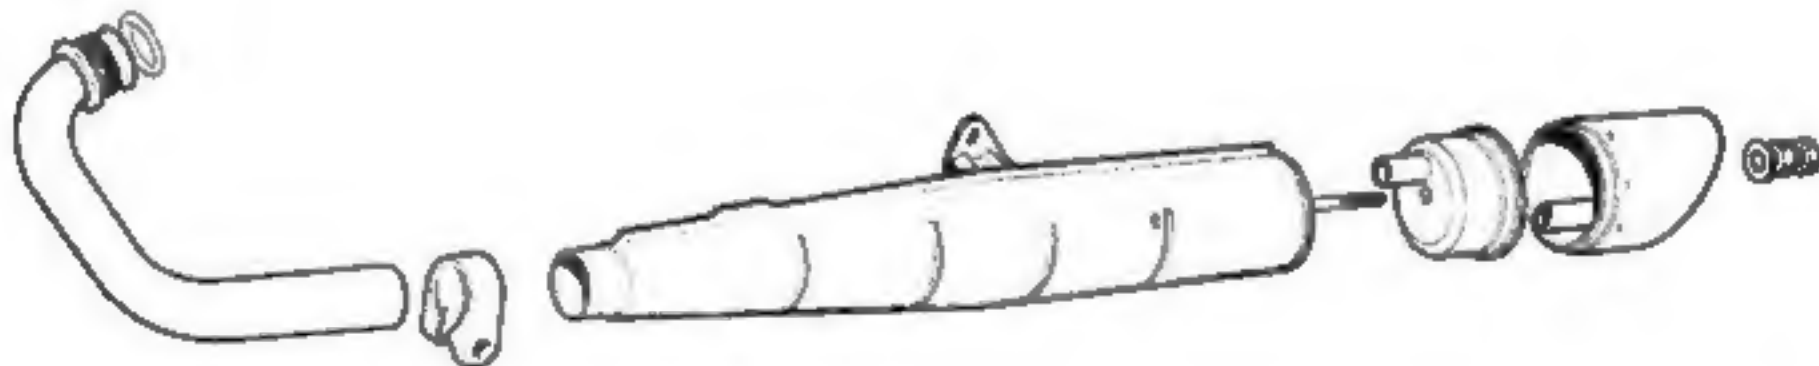

Fig. 1
- Déposer la sortie et le filtre de silencieux (fig. 1).